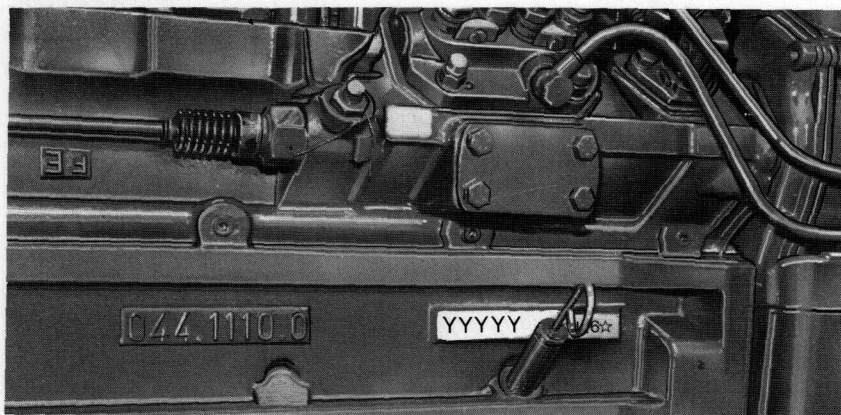

Fig. 2
2. numéro de matricule du moteur (fig. 2)